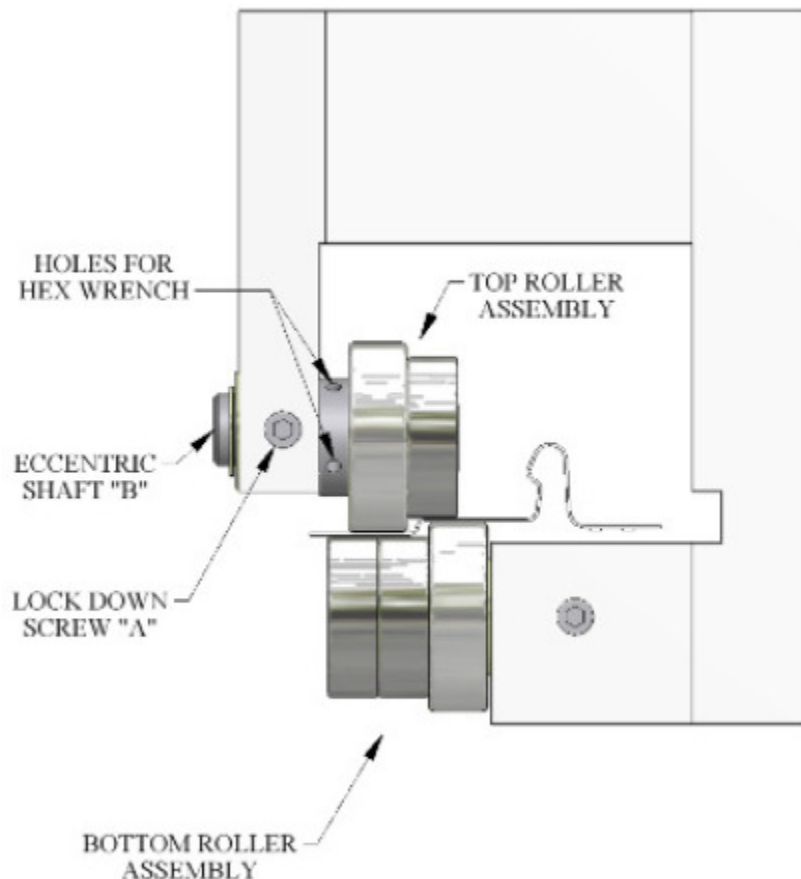

Ilustración 28: Ensamblaje de rodillo de clip de reducción.
1. Los rodillos de clip de reducción (Ilustración 28) proveen un área elevada contigua a las piernas macho y hembra del panel. Este soporte ayuda a esconder el clip y los tornillos usados en la instalación. Los rodillos pueden ser usados o no en caso de ser necesarios.